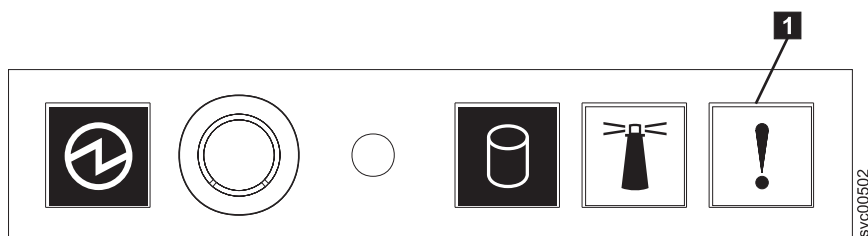

図 86. SAN ボリューム・コントローラー 2145-8A4 オペレーター情報パネル
- SAN ボリューム・コントローラー 2145-8A4 オペレーター情報パネル 上のエラー LED (図 86 を参照) が点灯または明滅していますか?